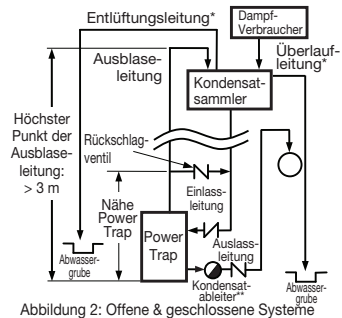

Abbildung 2: Offene & geschlossene Systeme
- b) Bei offenen und geschlossenen Systemen kann das Kondensat über eine Rohrleitung direkt über dem Auslass am Gehäuse abgeleitet werden, die in die Zuleitung des Fördermediums mündet. Zur Vermeidung von Rückfluss von der Zuleitung des Fördermediums zur Ausblaseleitung muss in diese Rohrleitung ein Rückschlagventil eingebaut werden (Abb. 2).